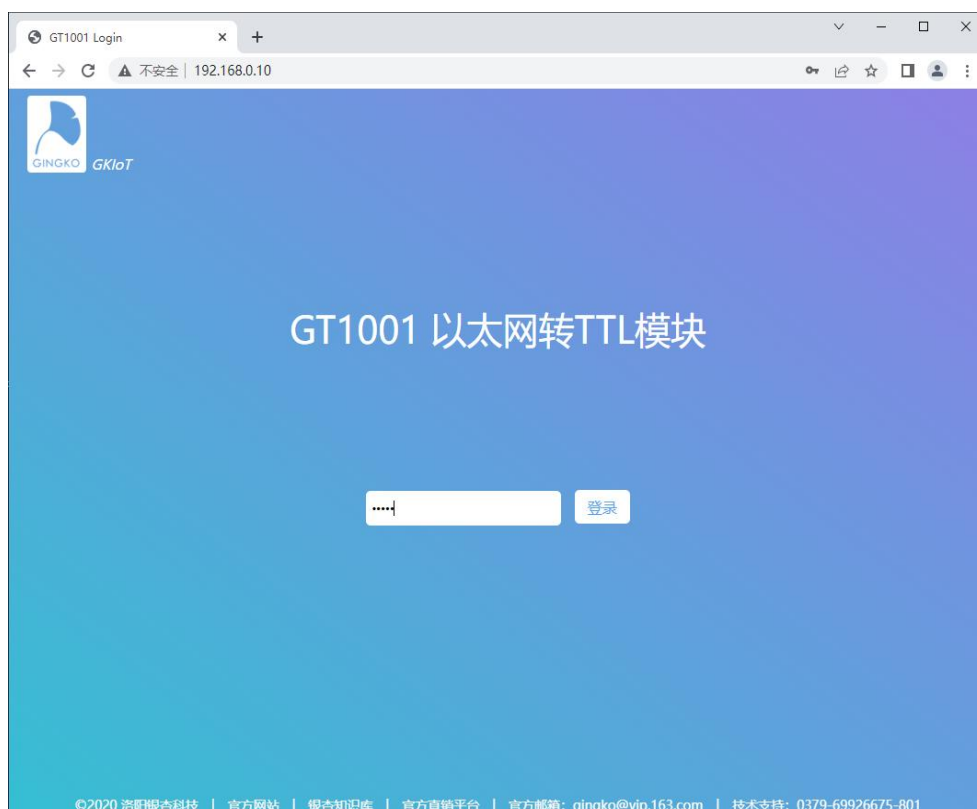

图 4-1 登录界面
(1) 在用户程序模式下，将电脑 IP 设置为 192.168.0.1，打开网页，输入网址“192.168.0.10”，如图 4-1 所示，输入密码“admin”，然后点击“登录”。